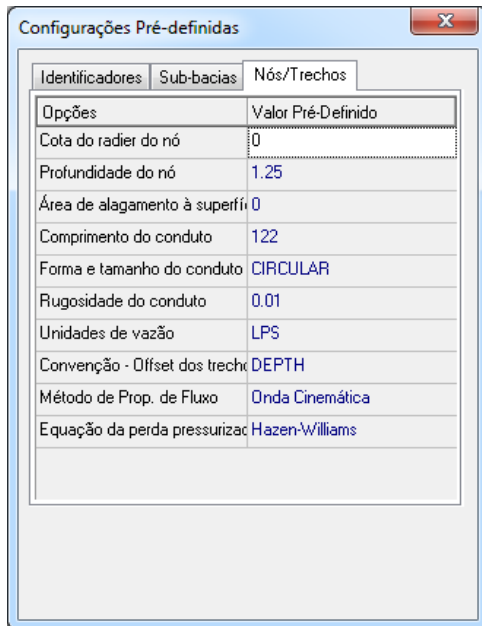
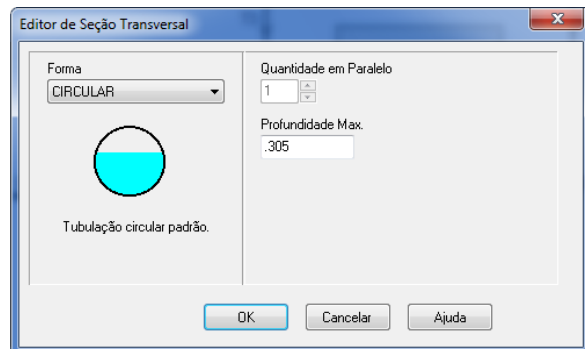

Figura 2.4 - Valores das variáveis pré-definidas dos nós e trechos
Figura 2.5 - Detalhe da geometria pré-definida dos condutos
5. Na aba de opções Nós/Trechos informar os valores pré-definidos apresentados na Figura 2.4. Na caixa de Circular inserir os dados da Figura 2.5.